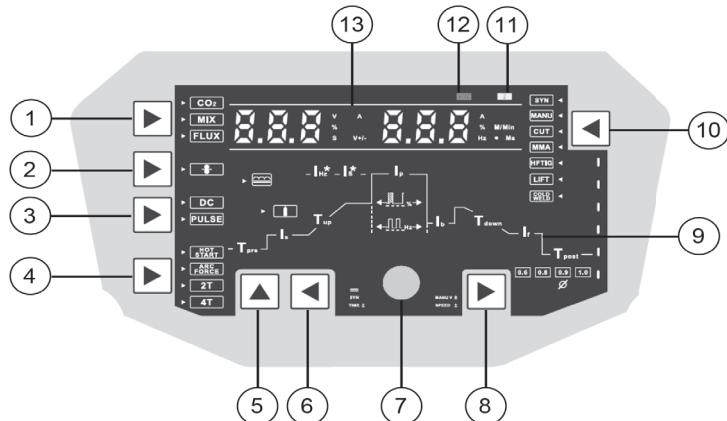

Рис. 3
2. Кнопка включения/выключения функции VRD. Индикация включенной функции VRD отображается пиктограммой в верхнем правом углу дисплея (поз. 12, рис. 3). При включении функции VRD напряжение холостого хода снизиться до безопасного уровня, при этом процесс зажигания дуги усложниться.